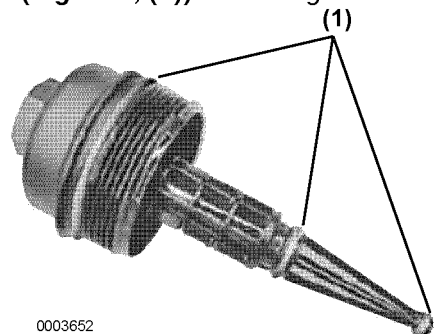

Figura 2
7. Cambie las tres juntas tóricas (**Figura 2, (1)**) del vástago.